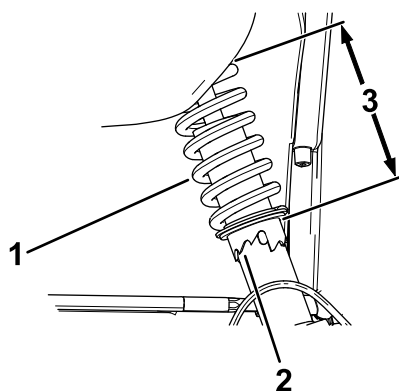

Figura 45
2. Se o alinhamento da roda estiver desalinhado, utilize a chave de aperto para rodar o anel na mola amortecedora para alinhar a roda (Figura 45).